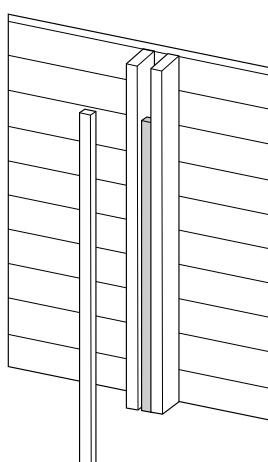

Abb. 8
- Schneiden Sie die Wangen der Leiter entsprechend den Maßen aus Abbildung 8 im unteren Bereich zu und sägen Sie das überstehende Stück ab.